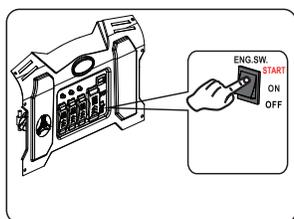

Fig 14 Arranque Eléctrico
- Para arranque eléctrico, empuje y mantenga el boton de arranque ON/OFF en la posición "START". No sostenga el boton de arranque ON/OFF en la posición "Start" durante más de 15 segundos. Permitir 1 minuto entre intentos de arranque. (Ver Fig14)